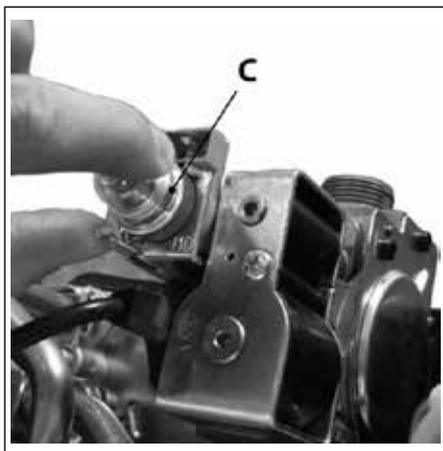

Рис. 39 Катушка модуляция газового клапана
- Снять пластиковый колпачок **С** (смотри Рис. 39 Катушка модуляция газового клапана ) с верхней части бобины модулятора газового клапана, который предохраняет винты регулятора давления.